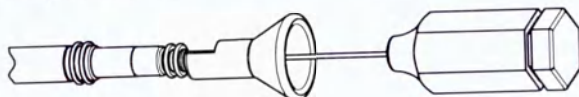

Рисунок 3. Ввод стилета
3. Введите выбранный стилет через концевой штырь или насадку для введения стилета в электрод при использовании таковой (Рисунок 3 Ввод стилета на странице 17).